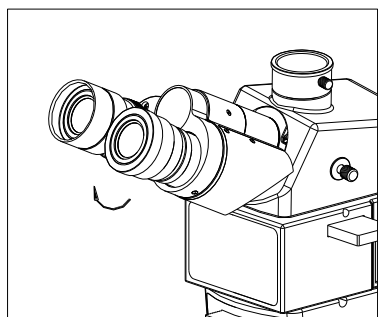

图 33
(1) 带眼镜的用户观察时，将眼罩翻下，这样可防止眼镜接触目镜，以免划伤眼镜和目镜。
(2) 不带眼镜的用户观察时，将眼罩打开，这样可防止杂散光干涉观察。（如图 33）